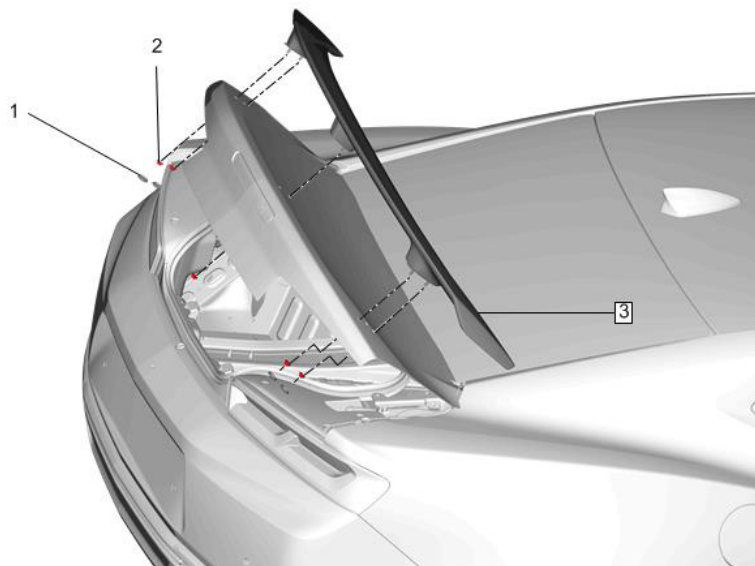

Figura 1: Reemplazo de alerón trasero.
4. Retire el tapón interior de la tapa del compartimiento trasero (Figura 1 leyenda 1, 4x).
5. Retire la tuerca del alerón del extremo trasero (Figura 1 leyenda 2, 6x).